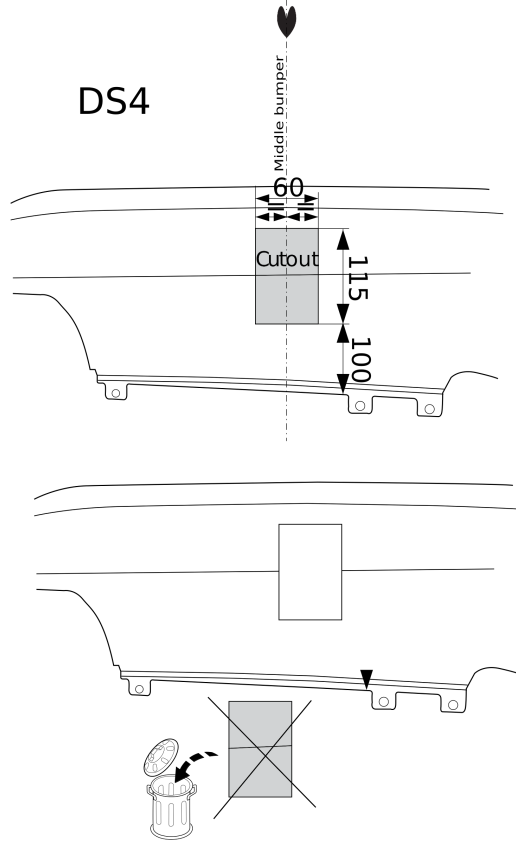

Fig. 3
6. Выпилить обозначенные части, как указано на рис. 3 & 4.